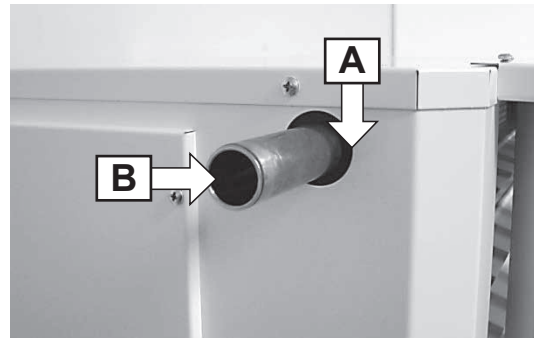

Bild 21
8. Bei Anschluss mit Klemmringkupplung muss eine Stützhülse benutzt werden, weil die Kupferrohre weichgeglüht sind. Sicherstellen, dass die Stützhülse gem. Pfeil B in Bild 21 eingesetzt ist. Die Klemmringkupplung aufstecken und gem. Herstelleranweisung anziehen.